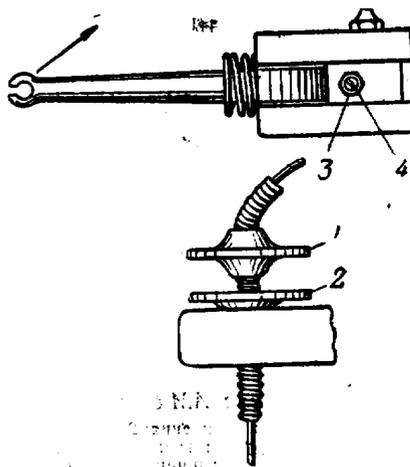

Рис.6. Регулировка муфты сцепления:
2. При пробуксовке дребезгов сцепления, отпустив предварительно контргайку 2 (рис. 6), заворачивать регулировочную втулку 1 троса сцепления (на коробке передач) до появления свободного хода рычага сцепления.
3. Если сцепление «ведет», т. е. диски сцепления разъединяются не полностью, следует отвертывать регулировочную втулку 1 (см. рис. 6) троса сцепления.